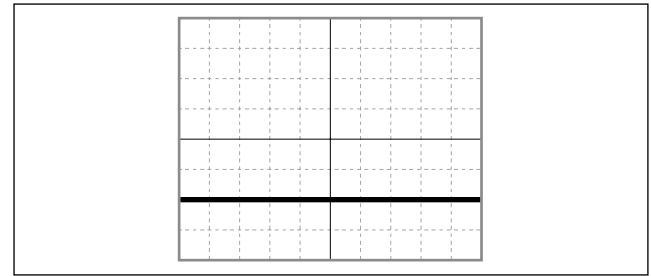

Abb. 4-6
- ① Den Schalter TIME/DIV am Oszilloskop auf 200 ms einstellen
- ② Die Deviationsempfindlichkeit (VOLTS/DIV) von CH1 am Oszilloskop auf 500 mV/Teil. einstellen.
- ③ Den Eingangskopplungsschalter von CH1 am Oszilloskop auf DC stellen.
- ④ Stellen Sie den Offset von CH1 des Oszilloskops auf 1 V ein. (Abb. 4-6)